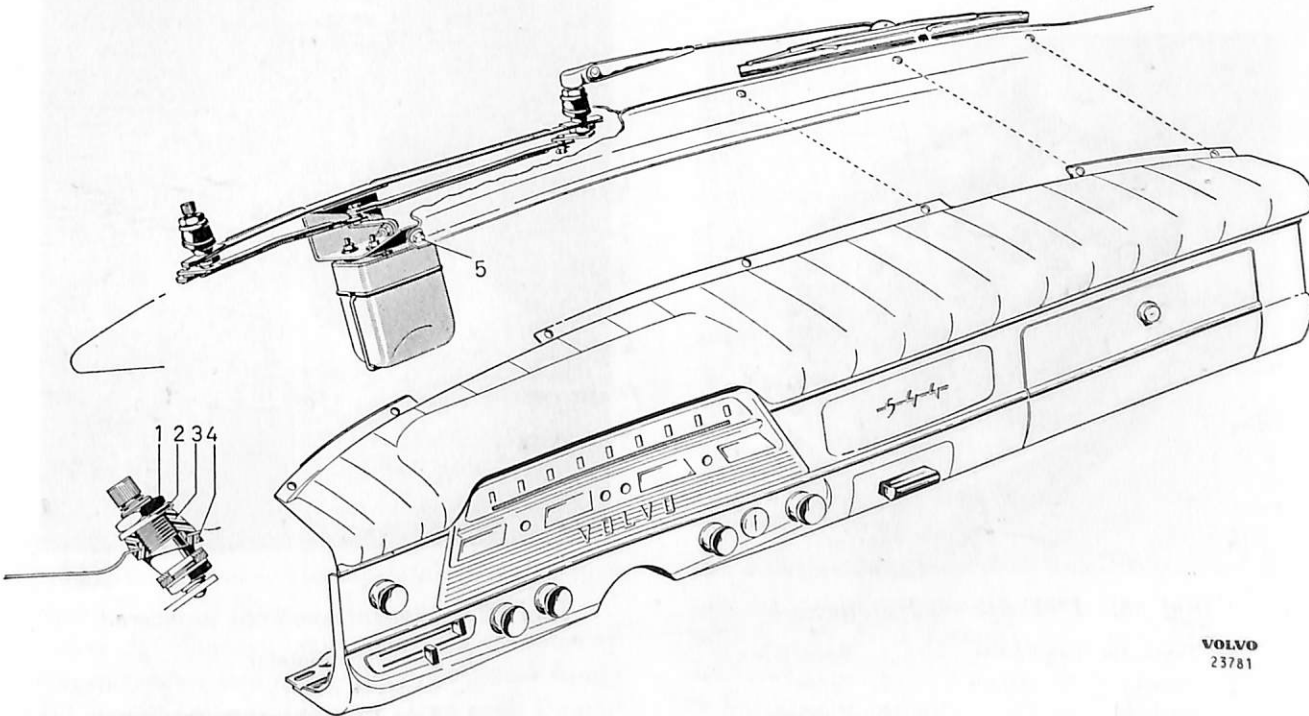

Bild 85. Vindrutetorkare och instrumentbräda.
2. Tag bort muttern (1 bild 85) för lagret och lyft bort bricka (2) och tätning (3).
4. Lossa skruven (5) bild 85, som håller torkarmekanismen vid karossen. Denna är åtkomlig från instrumentbrädans undersida.